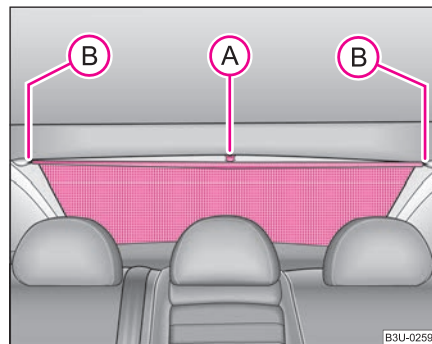

Fig. 48 Luneta: Cortinilla antisolar enrollable
- Extraiga la cortinilla antisolar enrollable por la tira ① y cuélguela en el soporte ② ⇒ fig. 48.